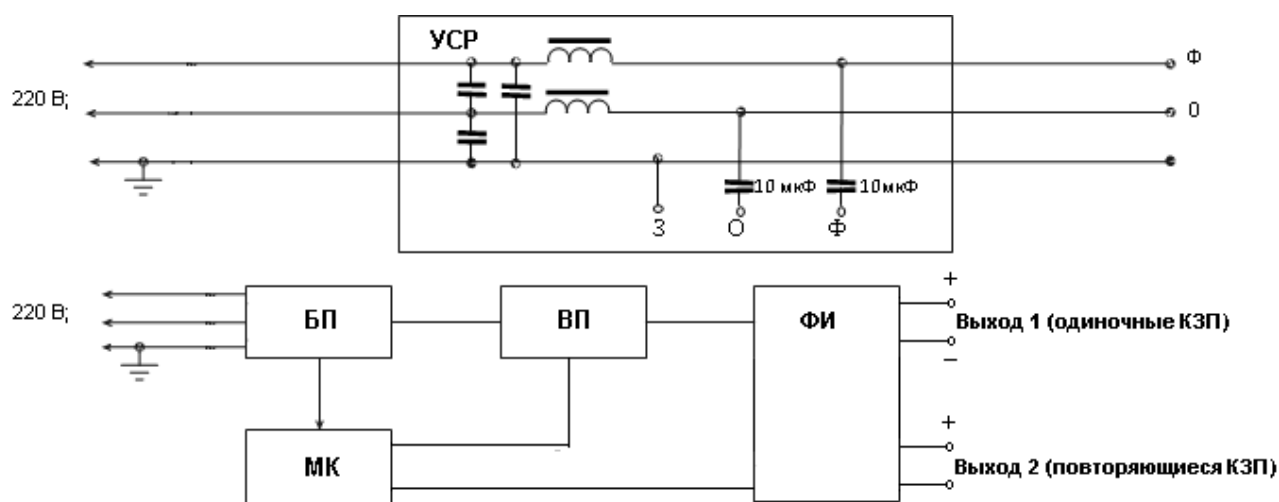

Рис.1 Структурная схема испытательного генератора ИГС 1.1
4.1 Структурная схема испытательного генератора ИГС 1.1 представлена на **рис.1**.